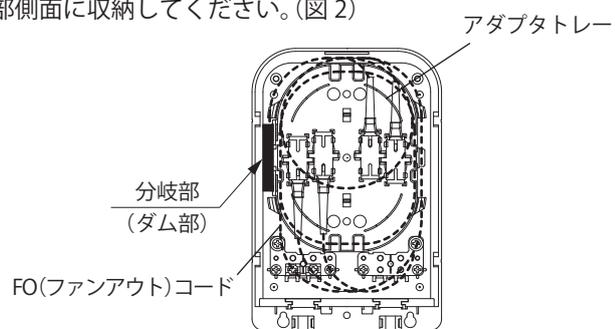

図 2
4. FO (ファンアウト) コードの分岐部 (ダム部) は、トレー部側面に収納してください。(図 2)